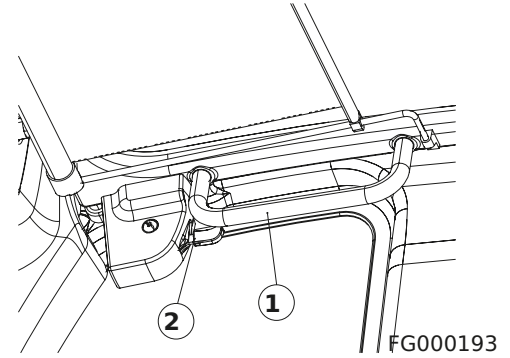

Figura 68
3. Sosteniendo las empuñaduras superiores (1, Figura 68) de la ventana frontal con las manos izquierda y derecha, palancas de bloqueo (2, Figura 68) tirar para liberar el cerrojo.